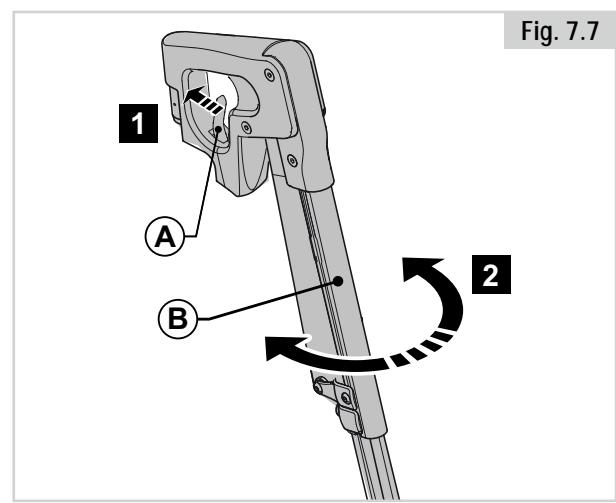

Fig. 7.7
7.6 Svingbenstøtter (Fig. 7.7)